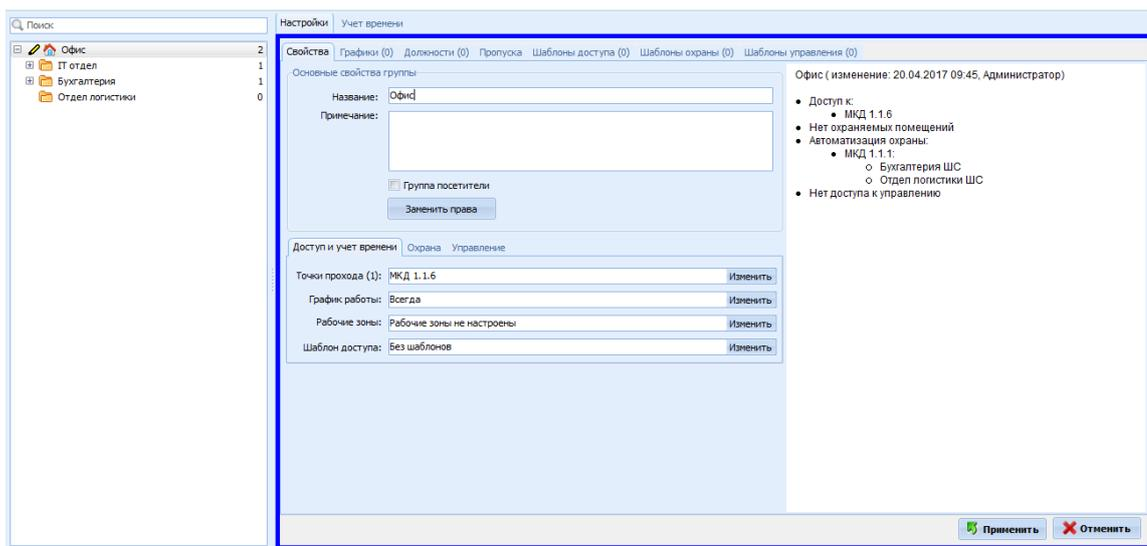

Рис. 2 Закладка **Свойства** для выбранного объекта, **Доступ и учет времени**
1. С помощью щелчка мыши по названию объекта перейти на поле с характеристиками объекта, закладка **Свойства** (Рис. 2). В течение всего времени редактирования поле свойств объекта выделяется синей рамкой.
✓ Вкладка **Доступ и учет времени** (Рис. 2):